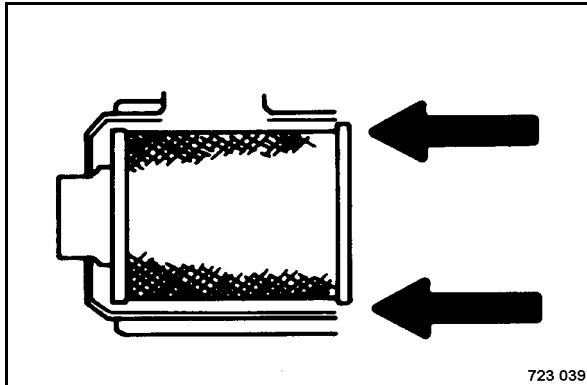

Fig. 144
- Installer l'élément filtrant principal (Fig. 144).